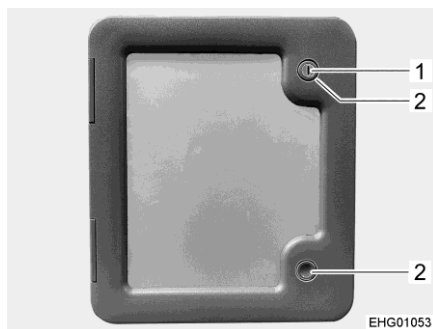

Bild 111 Lucka (latrinkassetten)
- Öppna luckan till latrinkassetten på fordonets utsida. Stick för detta in nyckeln i låscylindern (Bild 111,1) i trycklåset och vrid den ett halvt varv moturs.
- Tryck samtidigt in de två trycklåsen (Bild 111,2) och öppna den utvändiga luckan.